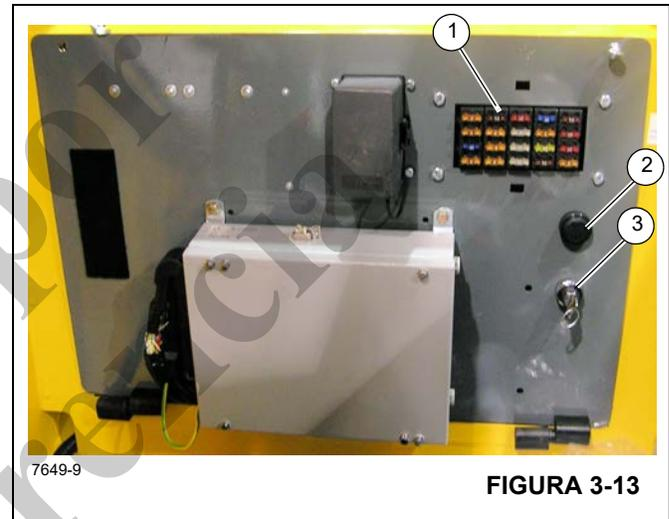

FIGURA 3-13
El tablero de fusibles (1) (Figura 3-13) se encuentra detrás del asiento de la cabina en el conjunto de tablero de relés y fusibles de la cabina. Contiene 20 fusibles que protegen los diversos componentes eléctricos de la grúa.
El interruptor de anulación de emergencia del RCL (3, Figura 3-13) es un interruptor accionado con llave que se encuentra dentro de la cabina del operador, en el conjunto del tablero, detrás del asiento del operador. Cuando se acciona (en sentido horario), el interruptor anula y evita que